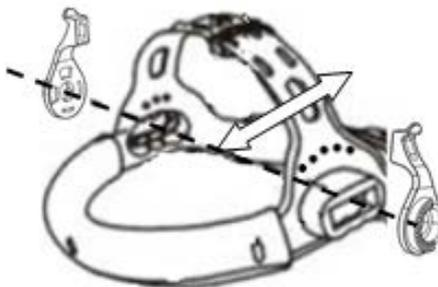

Рис. 7.3. Регулировка наклона.
- **Регулировка наклона щитка защитного лицевого:** отрегулируйте затяжку винтов и положение фиксатора сегментной регулировки (См. рис. 7.3) для удобного угла обзора.